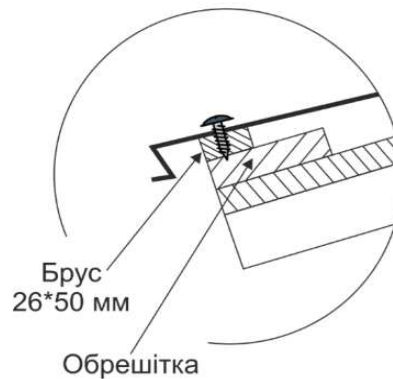

Рисунок 4. Кріплення металочерепиці до карнизу з використанням додаткового бруса
- Можна не встановлювати стартові кронштейни, встановивши до карнизу брус 26x50 мм., на який безпосередньо кріпитися металочерепиця саморізами зовні. Всі інші модулі кріпляться в верхньому кінці кожного листа у Z-Lock зоні (рис.4).